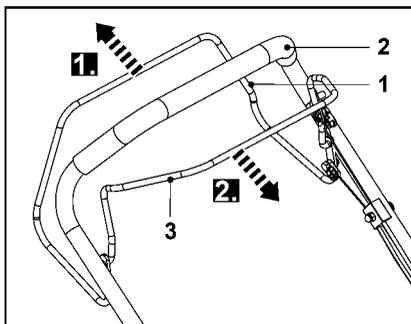

Рис. 25
1. Отпустить рычаг включения самоходного режима (1), чтобы отключить привод колёс косилки (рис. 25, шаг 1).
2. Отпустите рычаг блокировки (3), чтобы остановить двигатель и лезвие (рис. 25, шаг 2).